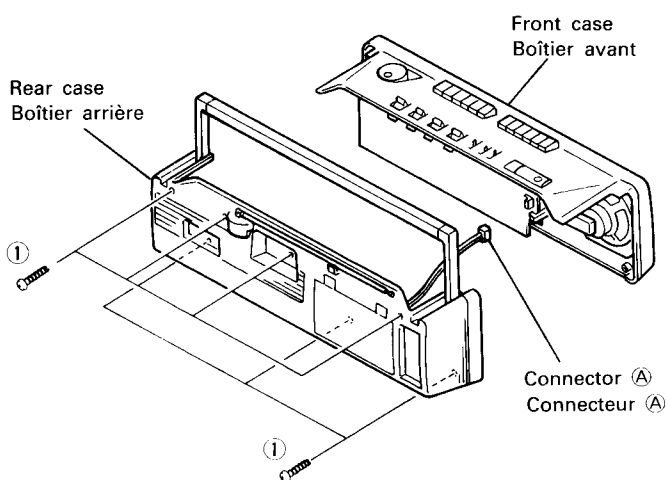
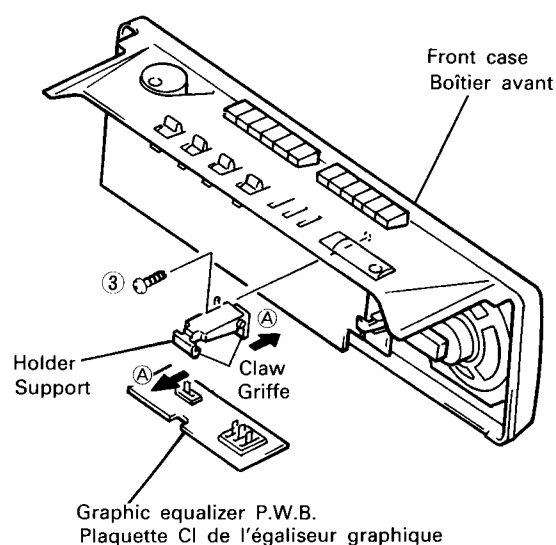

Fig. 1
Fig. 3
**DISASSEMBLY****1. Rear case (Fig. 1)**
**2. Power supply P.W.B. (Fig. 1, 2)**
After removing the rear case (Fig. 1), remove two screws ②.
**3. Graphic equalizer P.W.B. (Fig. 1, 3)**
After removing the rear case (Fig. 1), remove one screw ③, release the two claws of the holder in the direction of the arrow ④ and remove the graphic equalizer P.W.B. (Note: The graphic equalizer P.W.B. is connected to the Main P.W.B. by a wire. Because the wire may be broken by pulling the P.W.B.. Be careful of this.)
**4. Main P.W.B. (Fig. 1, 3, 4)**
After removing the rear case (Fig. 1), remove the graphic equalizer P.W.B. (Fig. 3). Remove two connectors ⑤ and two more connectors ⑥ connected to the front case (cassette mechanism), as well as one connector ⑦ connected to the LED P.W.B.; release the claw in the direction of the arrow ⑧.
**6. Cassette chassis (Fig. 1, 3, 4, 5)**
After removing everything up to the main P.W.B. via Fig. 1, 3 and 4, remove two screws ⑩, remove the holder, and remove six screws ⑪. At this time, remove eight screws ⑫ on the speakers (one each on the left and right) and remove the cassette chassis.
**7. LED P.W.B. (Fig. 1, 3, 4, 5, 6)**
After removing the cassette chassis (Fig. 1, 3, 4 and 5), remove one screw ⑬ and release three claws in the direction of the arrow ⑭.
**DÉMONTAGE****1. Boîtier arrière (Fig. 1)**
**2. Plaquette CI d'alimentation (Fig. 1, 2)**
Après avoir retiré le boîtier arrière (Fig. 1), enlever les deux vis ②.
**3. Plaquette CI d'égaliseur graphique (Fig. 1, 3)**
#### 4. Plaquette CI principale (Fig. 1, 3, 4)
Après avoir retiré le boîtier arrière (Fig. 1), retirer la plaquette CI de l'égaliseur graphique (Fig. 3).
#### 6 Châssis de cassette (Fig. 1, 3, 4, 5)
Après avoir effectué tous les retraits jusque et y compris la plaquette CI principale, comme indiqués aux Fig. 1, 3 et 4, enlever les deux vis (4), le support et les six vis (5). Enlever ensuite les huit vis (6) des haut-parleurs (à gauche et à droite) et retirer le châssis de cassette.
#### 7. Plaquette CI de LED (Fig. 1, 3, 4, 5, 6)
Après avoir retiré le châssis de cassette (Fig. 1, 3, 4 et 5), enlever la vis (7) et ouvrir les trois griffes dans la direction de la flèche (D).